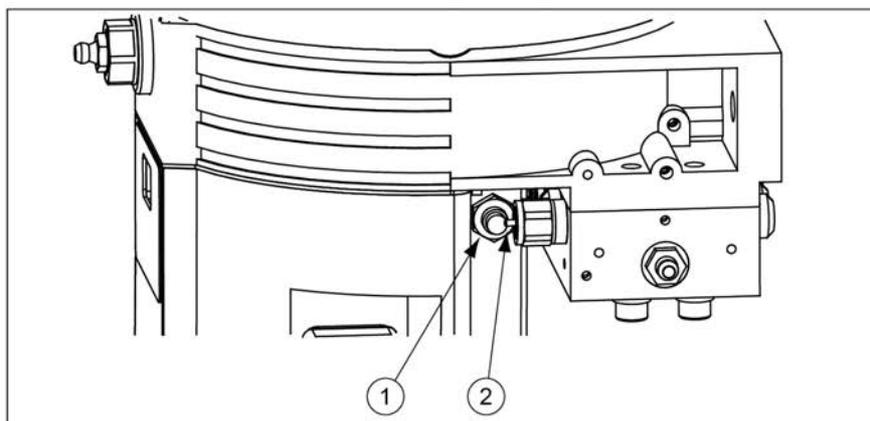

FIGURE 9. INTERRUPTEUR DE DÉTECTION (1) BROCHES DE COMMANDE (2)
1. appuyer sur le bouton de fonctionnement (2) pour valider l'anomalie. Le message (clignotant) passe en mode allumé en continu.
3. Appuyer sur le bouton de fonctionnement (2) (pendant 2 secondes) pour déclencher les cycles de lubrification jusqu'à ce que la broche (de commande) indicatrice passe à l'interrupteur de détection. Cf. Figure 9.